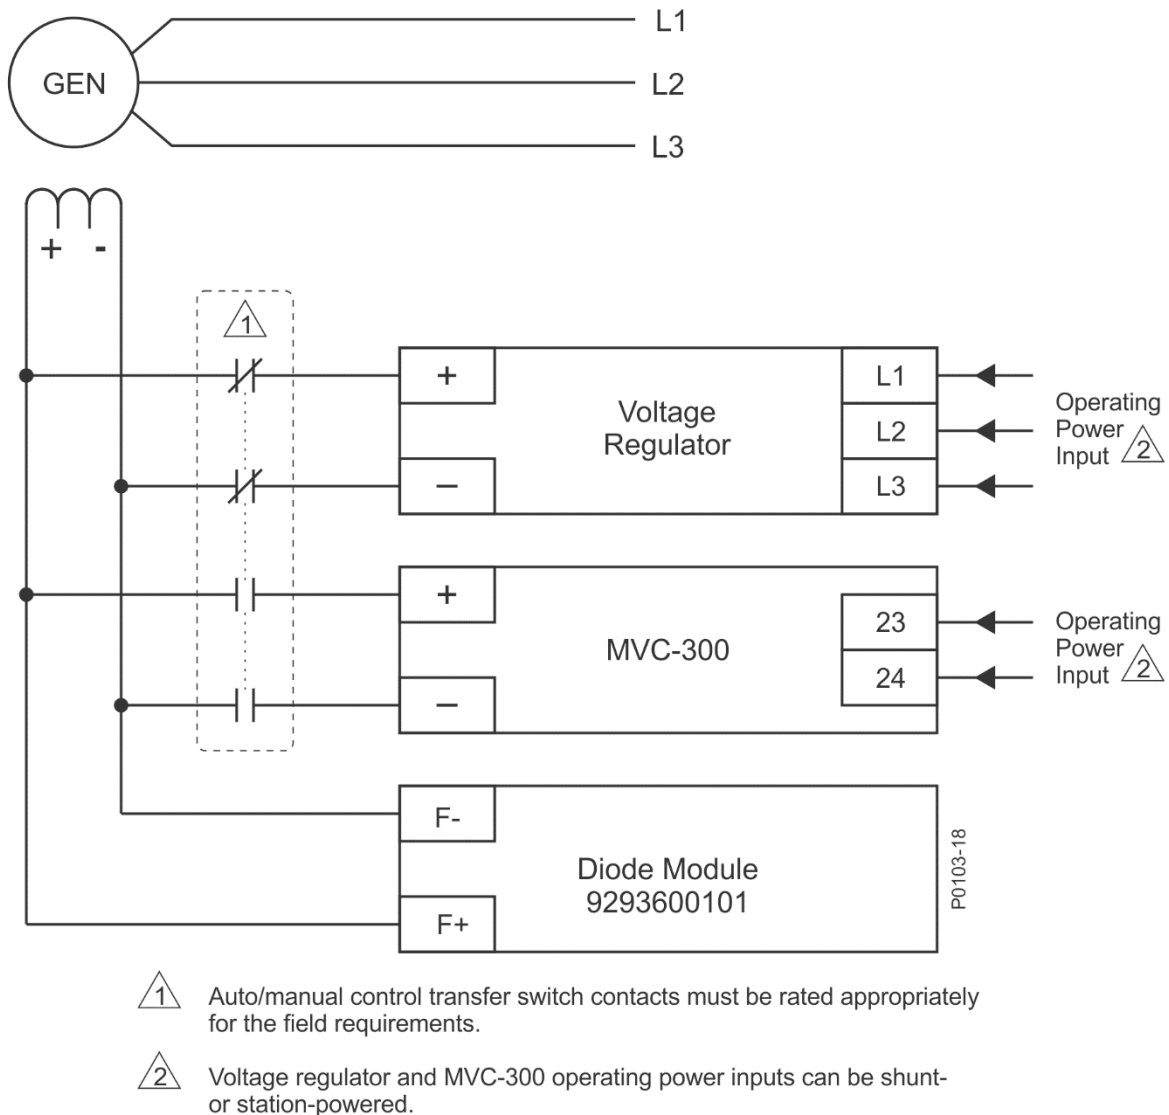

Figure 5. Connexions MVC-300 avec régulateur de tension PWM
L'application du MVC-300 avec un régulateur de tension numérique qui repose sur la mesure du courant de champ pour la régulation du champ (comme le Basler DECS-150 ou DECS-250) peut entraîner des dommages s'il est connecté comme indiqué sur la Figure 4 et sur le devant du MVC-300 panneau. Dans ces applications, un commutateur de commande automatique/manuel et un module de diodes doivent être mis en œuvre, comme illustré à la Figure 5. Le commutateur transfère le contrôle de l'excitation entre le régulateur de tension et le MVC-300. Le module à diodes, référence Basler 9293600101, supprime l'accumulation excessive de tension de champ lorsque le commutateur est actionné et que ses contacts changent d'état.
1. Vérifiez que toutes les MVC-300 câblage est correct et conformément au schéma de raccordement est de la figure 4 ou la figure 5, en fonction de votre demande.